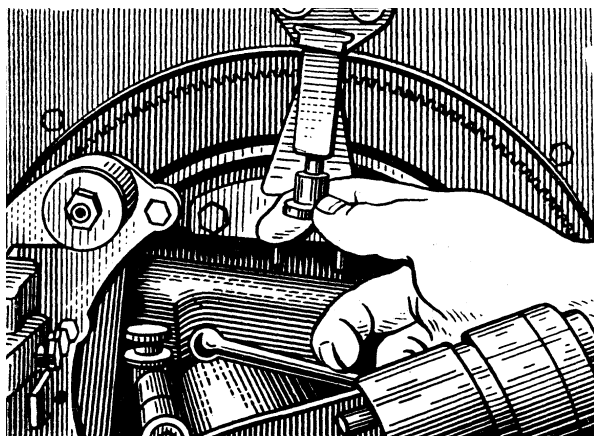

Рис. 70. Зняття пускової установки
- зняти зі стопору пускову установку, для чого, відтягнути стопор від себе, повернути його на 90° (рис. 70);